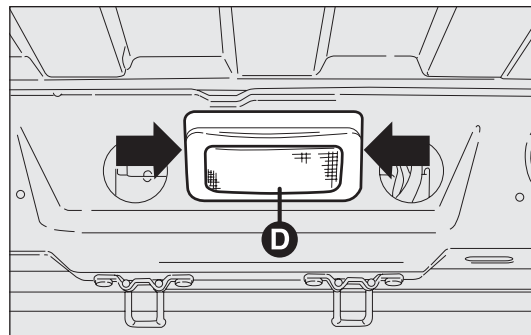
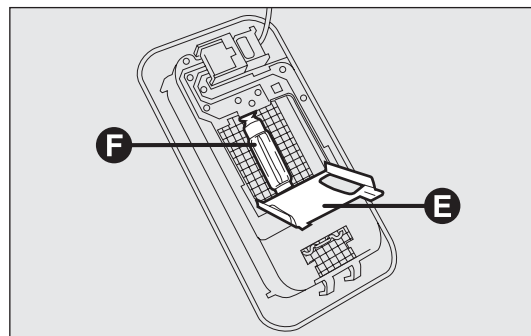

fig. 207
fig. 208
- ❑ agir sur les points indiqués par les flèches et enlever le plafonnier D-fig. 207 ;
- ❑ ouvrir la trappe de protection E-fig. 208 ;
- ❑ remplacer l'ampoule F-fig. 208 en la dégageant des contacts latéraux et en s'assurant que la nouvelle ampoule soit correctement bloquée entre les contacts ;
- ❑ refermer la trappe de protection E-fig. 208 et réinsérer le plafonnier D-fig. 207 dans son logement en s'assurant de son blocage.